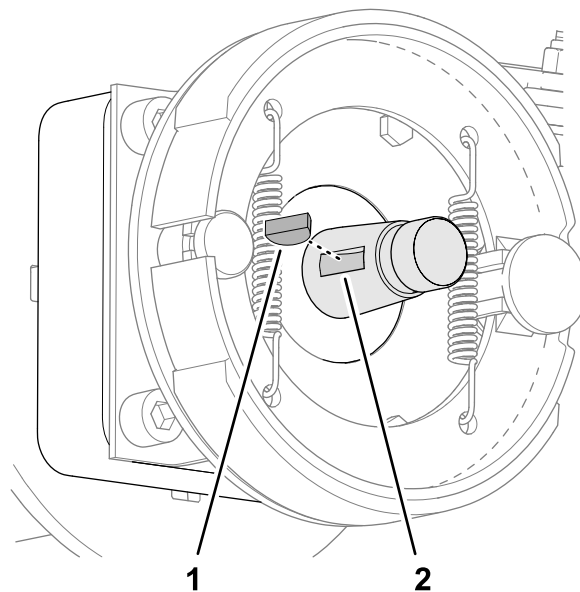

**Figura 64**
1. Rimuovete il dado di bloccaggio che fissa il mozzo all'albero motore della ruota (Figura 64 o Figura 65).
4. Utilizzate l'estrattore del mozzo delle ruote specificato per rimuovere il mozzo della ruota e il tamburo del freno dall'albero motore della ruota (Figura 64 o Figura 65).